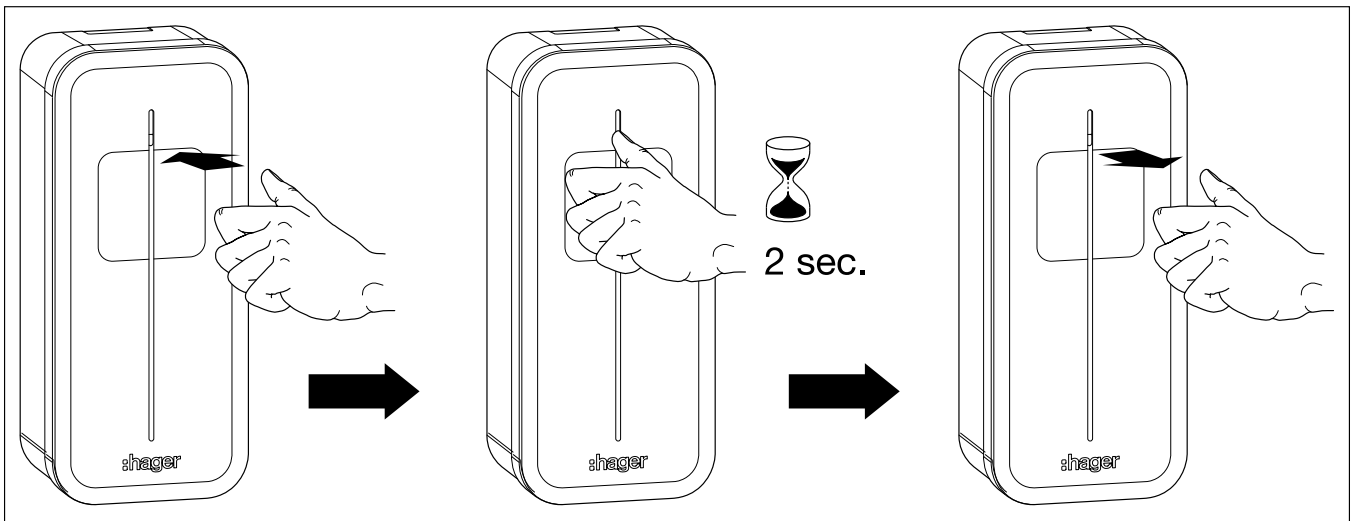

Bild 32: Accelerera laddningen på laddboxen
- Håll sensorknappen intryckt cirka 2 sekunder med tummen (beröringssensor) och släpp den igen (bild 32).